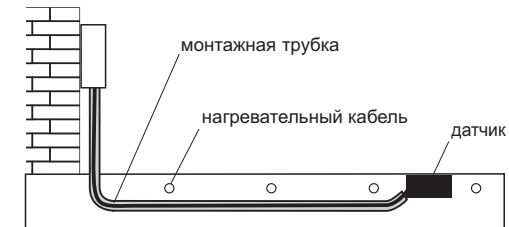

Рисунок 2. Способ монтажа датчика осадков при подогреве грунта.
- расположить датчик в бетонной основе, на одном уровне с обогреваемой поверхностью (рис. 2). Основание под местом установки датчика должно быть твердым. Это нужно для того, чтобы датчик не продавливался в грунт при большой нагрузке сверху;